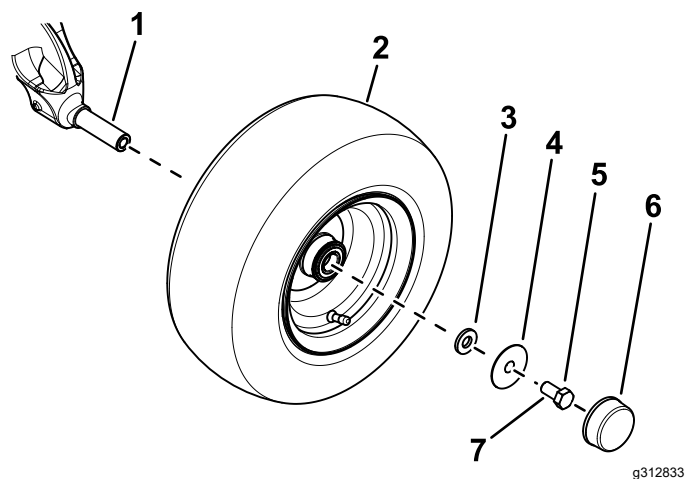

Рисунок 3
- В. Используйте малую шайбу, большую шайбу, болт ($\frac{5}{8}$ x $1\frac{1}{4}$ дюйма) для крепления колеса к шпинделю моста (Рисунок 3).
D. Установите пылезащитный колпачок на колесо (Рисунок 3).